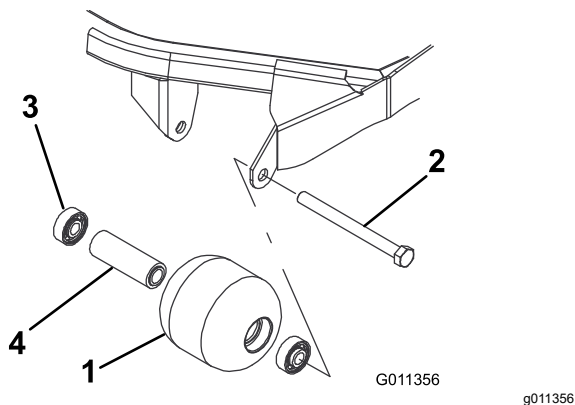

図 72
- ローラ取り付けボルトを外す 図 72。
サに破損がないか点検する 図 72。破損している
図 72。アウターレースのみを押すか、インナー
- スペーサを入れる 図 72。
図 72。インナーレースがスペーサに接触するまで、